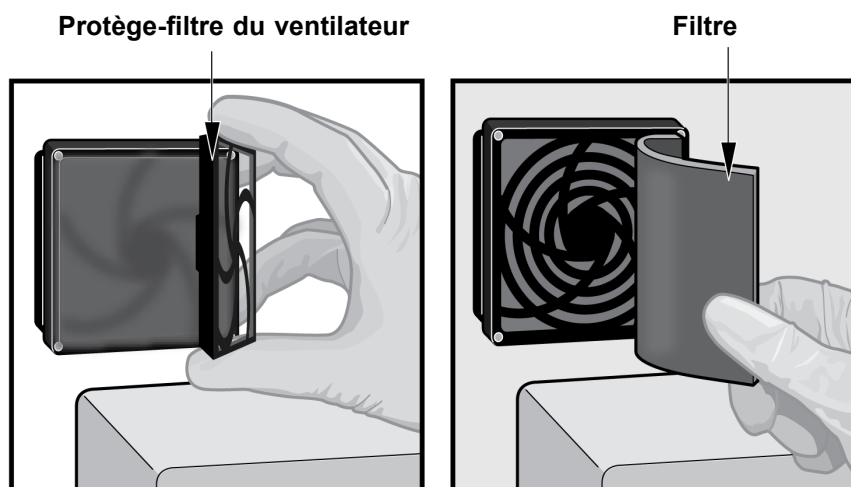

Figure 9-19. Retrait du protège-filtre du ventilateur
4. Retirez délicatement le protège-filtre de ventilateur du boîtier du ventilateur (voir Figure 9-19) et le mettre de côté pendant le reste du processus de retrait du filtre.
5. Retirez les filtres sales pour nettoyage. Voir Figure 9-19.